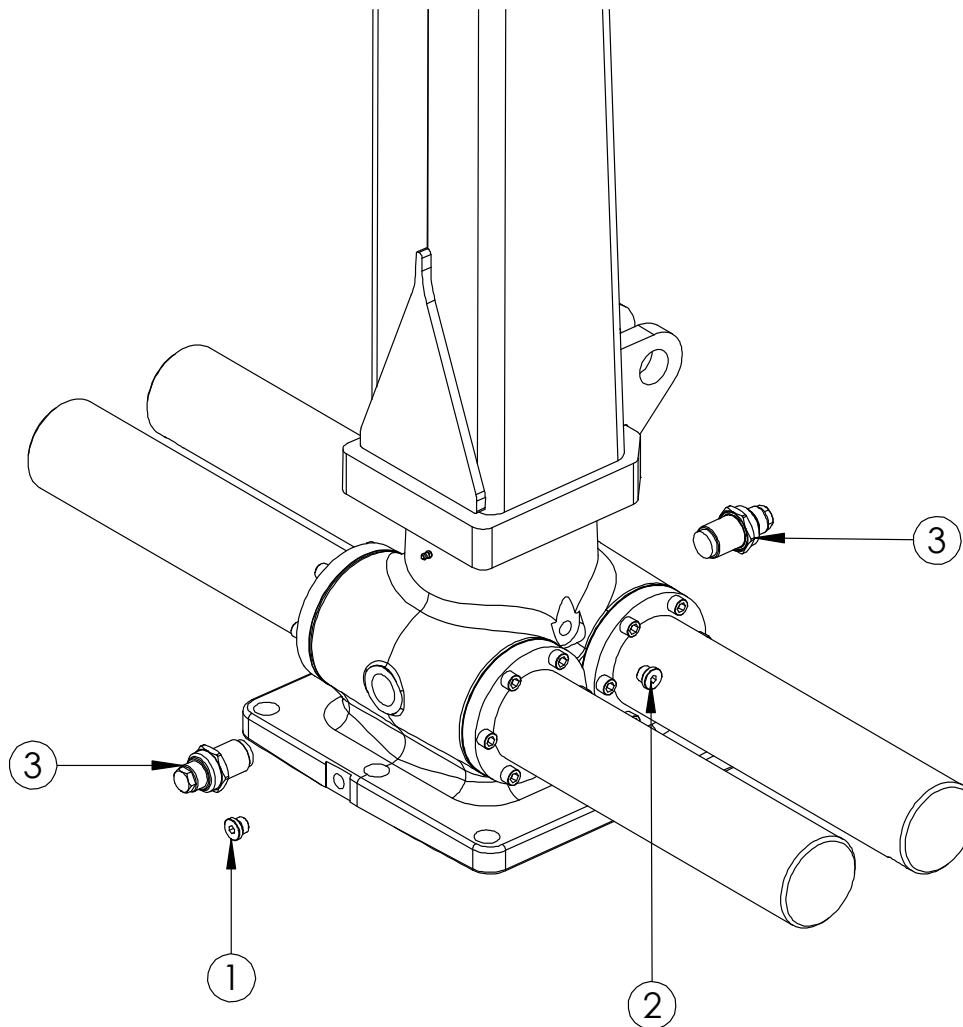

Figure 11. *Réglage des crémaillères du dispositif de pivotement du changement d'huile*
- Relâcher suffisamment l'écrou de blocage pour ne pas gêner le serrage (pos. 3 fig. 11).
- Serrer le boulon (pos. 3, fig. 11) contre la crémaillère avec 10 Nm (1 kg*m).
- Serrer l'écrou de blocage (pos. 3 fig. 11).
- Assurez-vous que le dispositif de pivotement est en position horizontale, comme indiqué sur la fig. 11.
- Desserrer et retirer le boulon inférieur de l'orifice de vidange d'huile (pos. 1, fig. 11).
- Desserrer et retirer le boulon de vidange d'huile du haut du boîtier de pivotement (pos. 2, fig. 11).
- Remonter le boulon inférieur sur l'orifice de vidange d'huile (pos. 1, fig. 11).
- Remontez et serrez le boulon supérieur sur l'orifice de vidange d'huile (pos. 2, fig. 11).